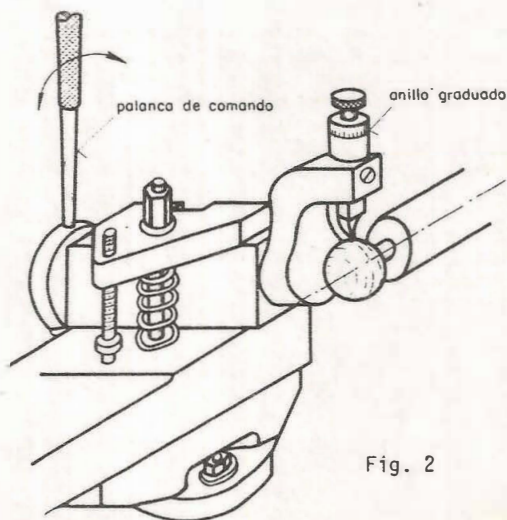

Fig. 2
- 4º Instale el aparato de torneado esférico (fig. 2).